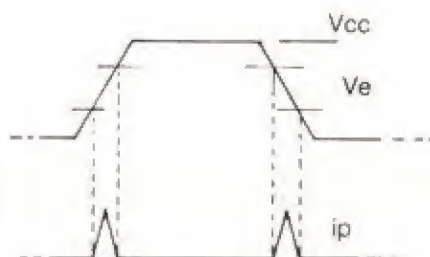

FIGURE 5. - Consommation de courant pendant les transitions.
- Pratiquement, la consommation des C-MOS n'apparaît qu'en régime dynamique, au moment de la transition de la tension de grille de 0 à 1. En effet, lorsque cette tension est de l'ordre de $1/2 V_{cc}$, les deux transistors tendent à conduire en même temps. Voir figure 5. Plus il y a de commutations et plus il y a de consommation : celle-ci est donc proportionnelle à la fréquence des signaux transmis.